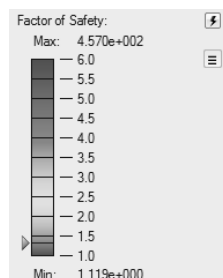

图 10-11
4) 安全系数约为 1.2, 如图 10-11 所示。由于该值大于 1.0, 预计该模型在此种载荷工况下不会失效。